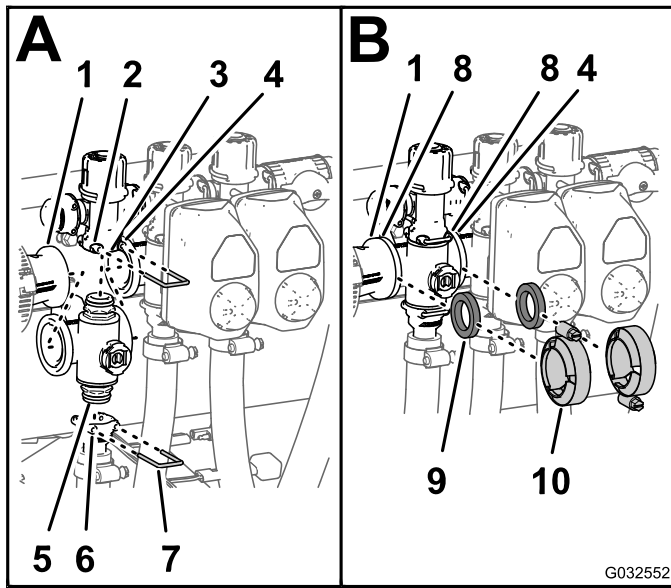

Figura 112
1. Inserte el conector de extremo superior del distribuidor en el acoplamiento de desvío (A de Figura 112).
2. Sujete el conector de extremo al acoplamiento de desvío insertando una horquilla de retención en el acoplamiento de desvío (A de Figura 112).
3. Monte el conector de salida en el conector de extremo inferior del distribuidor (A de Figura 112).
4. Sujete el conector de extremo al conector de salida insertando una horquilla de retención en el conector de salida (A de Figura 112).
5. Alinee una junta entre las bridas del racor reductor y el distribuidor de la válvula de sección (B de Figura 112).
6. Monte el racor reductor, la junta y el distribuidor de la válvula de sección con una abrazadera apretada a mano (B de Figura 112).
7. Para instalar las 2 válvulas de sección de la izquierda, alinee una junta entre las bridas de los distribuidores de las 2 válvulas de sección adyacentes (B de Figura 112).
8. Monte los distribuidores de las 2 válvulas de sección adyacentes y la junta con una abrazadera apretada solamente a mano (B de Figura 112).